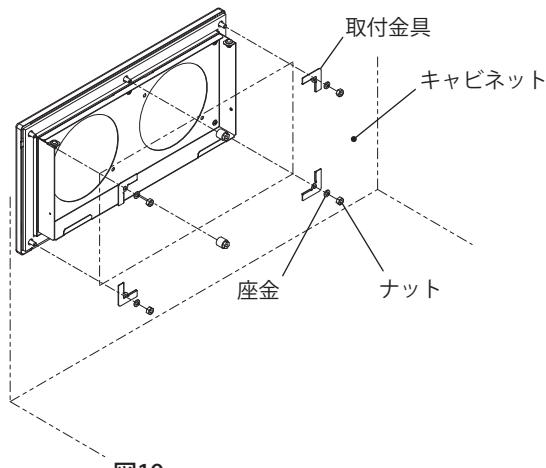

図19
3. SLS-4424FR(C)・FSR に付属されている取扱説明書に従い、SLS-4424FR(C)・FSR をキャビネットに取り付けてください。(図 19)